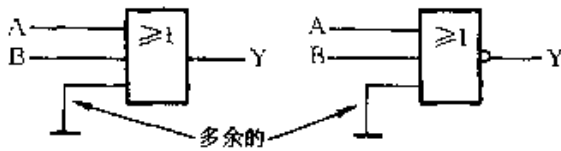

图 3-48
④ 对于或门、或非门多余的输入端,应将其接地,如图 3-48 所示,以保证其逻辑功能正常。